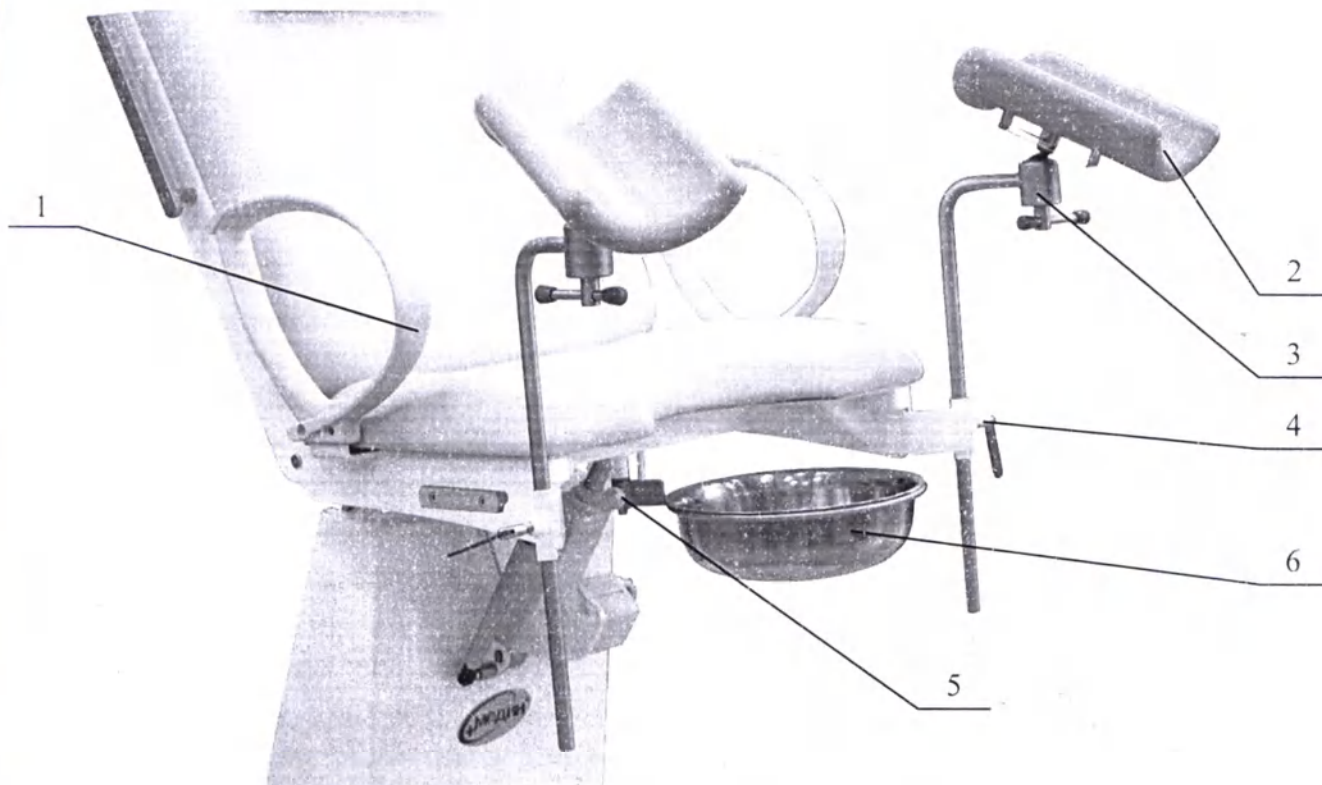

Рисунок 6. Регулировка приспособлений.
10.6 Держатели ног по Гепелю 2 (Рисунок 6) устанавливаются в гнездах, расположенных на сиденье. Для изменения высоты держателя ослабьте винт 4, для регулировки наклона держателя используется также шаровой зажим 3. После регулировки хорошо затяните все винты.
10.8 Упоры для рук 1 (Рисунок 6) установлены по бокам сиденья кресла.